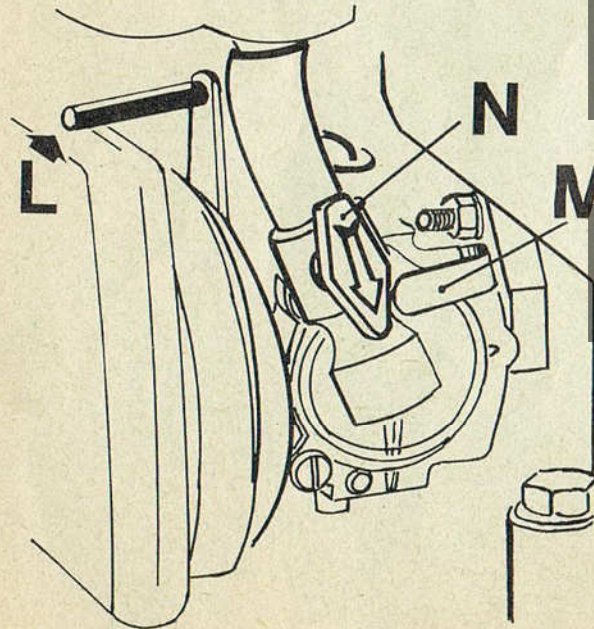

Bild 3
**Starten des Motors:** Gashebel ca.  $\frac{1}{3}$  auf (Hebel nach unten). Kraftstoffhahn öffnen (Pfeil zum Vergaser). Bei kaltem Motor Starterklappe L (Abb. 3) schließen (Hebel in Richtung Holmen). Bei warmem Motor Starterklappe geöffnet lassen. Starterklappe offen (Hebel in Richtung Zündkerze). Sobald Motor läuft, Klappe langsam öffnen. Tupfer M bei kaltem Motor ca. 8 Sekunden drücken (festhalten, nicht hämmern), bei warmem Motor ca. 4 Sekunden. Springt der Motor bei geschlossener Starterklappe nach dem 2. Startversuch nicht an, dann Starterklappe öffnen und Start wiederholen. Handgriff des Reversierstarters bis zum Widerstand langsam herausziehen, dann schnell und kräftig weiterziehen. Handgriff nicht loslassen, sondern langsam zurückführen. Springt der kalte Motor nicht sofort an, Tupfer (ca. 4 sec.) betätigen und Startvorgang wiederholen.
**Ein kleiner Hinweis:** Wenn der Motor beim Hacken stark belastet wurde und die Maschine nach kurzer Pause (ca. 5 Minuten) wieder gestartet werden soll, empfehlen wir die Starterklappe L (Abb. 3) ca.  $\frac{2}{3}$  zu schließen. Betätigen Sie dann den Tupfer M ca. 8 sec. und starten Sie normal. Starterklappe L wieder langsam öffnen.